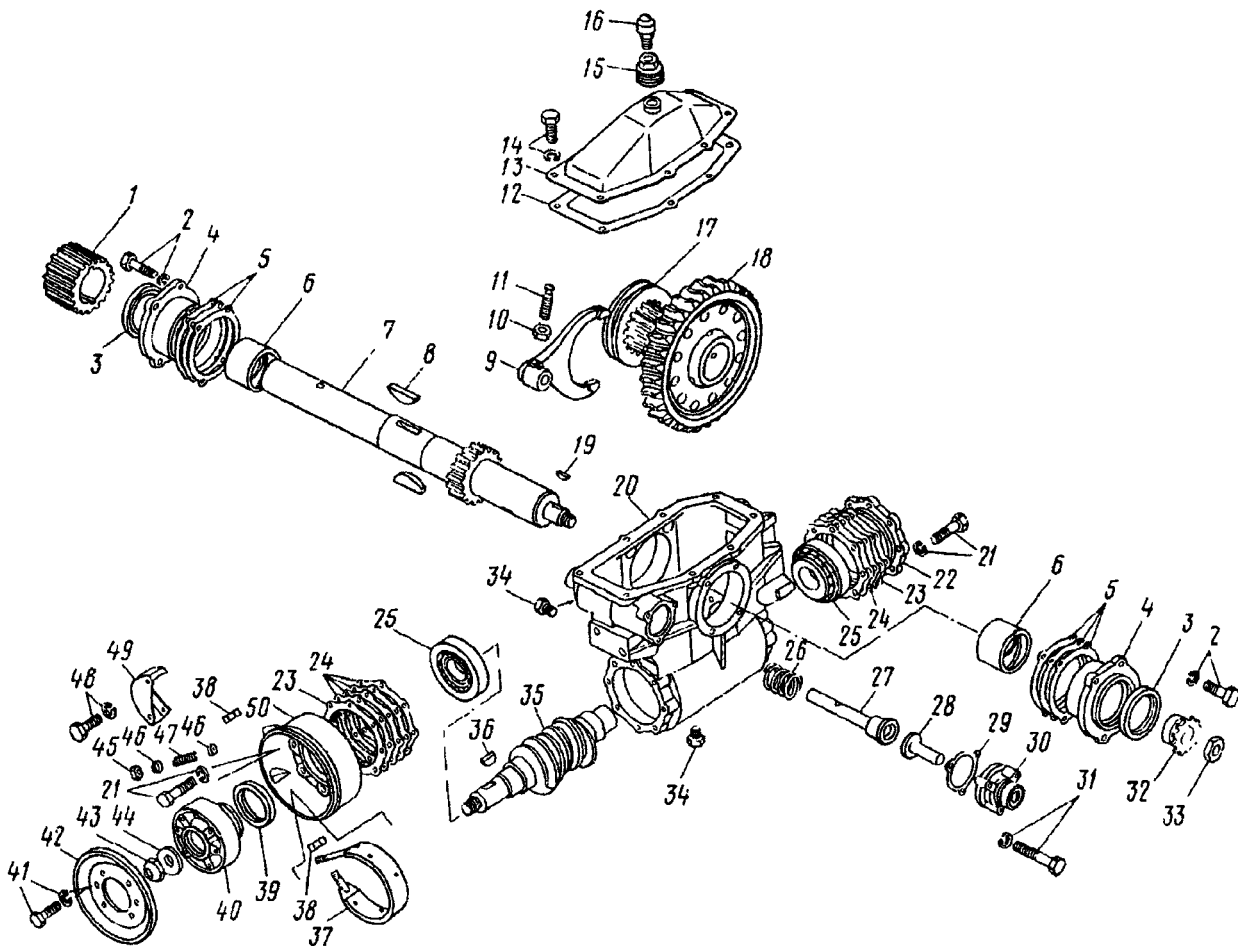
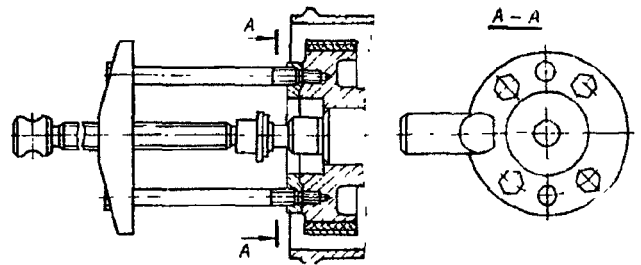

Рис. 341. Редуктор лебедки:
Рис. 342. Съемник И801.55.000 барабана тормоза лебедки
18. Раскерните гайку 33 (рис. 341) крепления ведущей звездочки и отверните ее	Торцовый ключ 36 мм, молоток, зубило
23. Съемником (рис. 342) снимите тормозной барабан 40 (см. рис. 341) и шпонку 36	Ключи 17, 12 мм Ключ 17 мм, отвертка